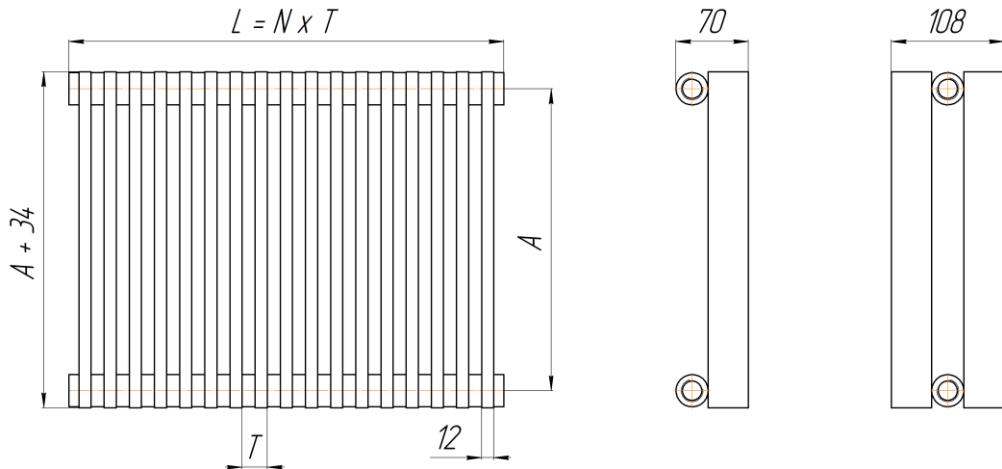

Рис.1 Т – шаг ($T = 25$ мм), N – количество секций.
2.1. Основные размеры и параметры радиаторов приведены на рис.1 и в таблице.